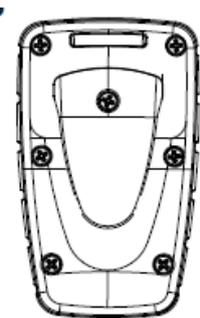

Figure 22. Couvercle de la batterie et les vis verrouillent le couvercle
1. Ouvrir le couvercle en dévissant les 6 vis sur le côté arrière de l'émetteur (voir la figure 22)